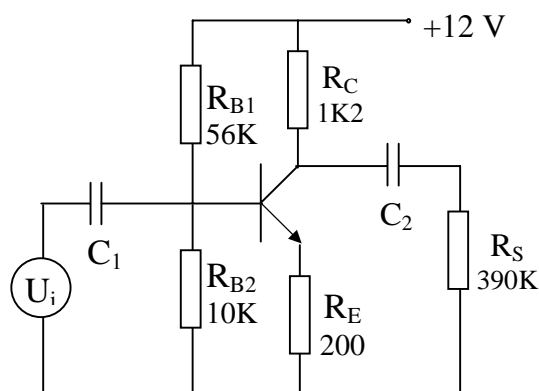

Fig.7.6
- 3.2. Pentru studiul clasei A de funcționare se realizează montajul din fig. 7.6